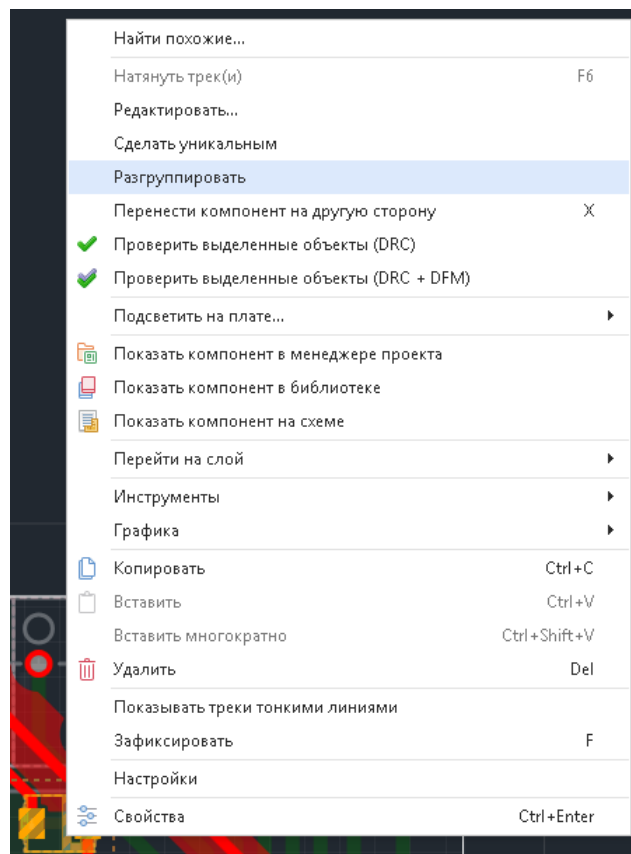

Рис. 121 Создание разгруппированного посадочного места
2. В контекстном меню выбрать «Разгруппировать», см. Рис. 121.